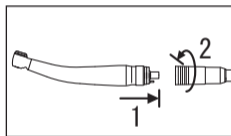

Fig. 4
- 1 Insérez correctement la pièce à main dans le connecteur du tuyau et serrez l'embout du tuyau (Fig. 4).